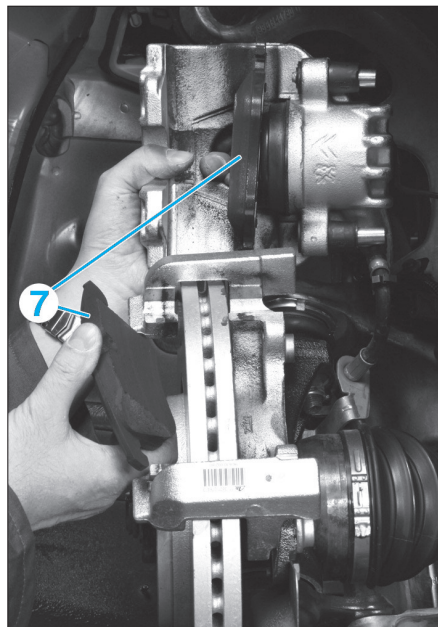

Fig. 7
- Déposer les plaquettes de frein (7) (Fig.7).